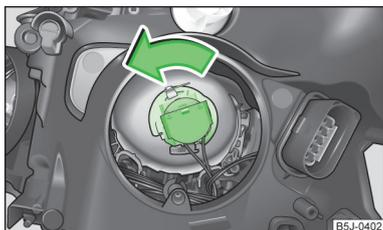

Fig. 159
- Girar el conector con la bombilla » fig. 159 hasta el tope en el sentido de la flecha y extraerlo.